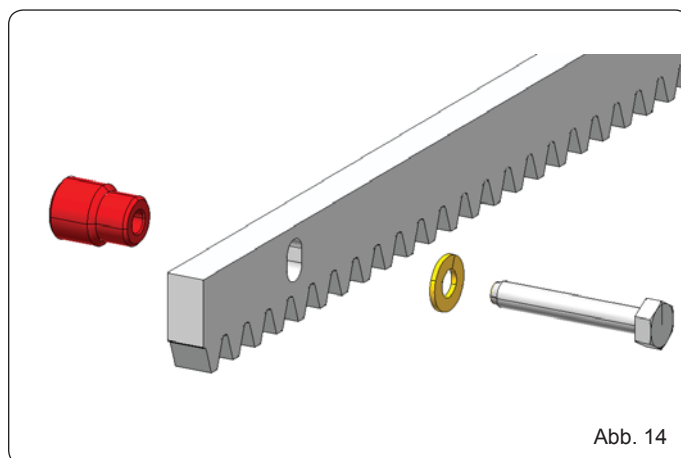

Abb. 14
5.4.2 ZAHNSTANGE AUS STAHL ZUM ANSCHRAUBEN (Abb. 14)